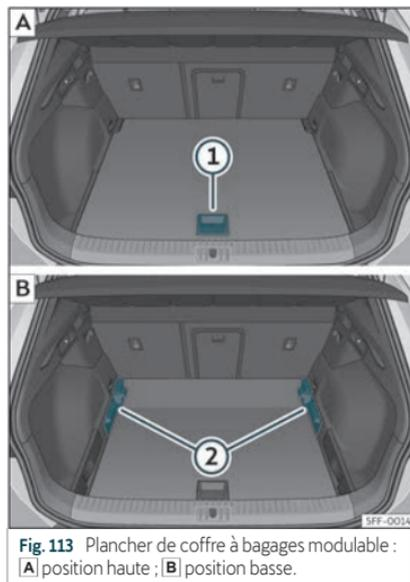

Fig. 113 Plancher de coffre à bagages modulable : **A** position haute ; **B** position basse.
- Pour passer de la position basse en position haute, relevez le plancher avec la poignée >>> **fig. 113** ①, tirez-le vers l'arrière jusqu'à ce que la partie avant du plancher dépasse complètement les supports >>> **fig. 113** ②.
- Déplacez le plancher vers l'avant sur ces derniers jusqu'à ce qu'il bute contre le dossier de la banquette arrière et ensuite, abaissez le plancher avec la poignée ①.
- Pour passer de la position haute en position basse, relevez le plancher avec la poignée >>> **fig. 113** ①, tirez-le vers l'arrière jusqu'à ce que la partie avant du plancher dépasse complètement les supports >>> **fig. 113** ②.
- Laissez tomber la partie avant contre le plancher et poussez ce dernier vers l'avant jusqu'à ce qu'il bute contre le dossier de la banquette arrière en abaissant en même temps le plancher avec la poignée ①.
- Lorsque le plancher modulable se trouve en position haute, relevez-le à l'aide de la poignée»» fig. 113 ①, tirez-le et repoussez-le vers le dossier de la banquette arrière jusqu'à ce qu'il se plie au niveau de la charnière et que sa partie mobile repose contre le dossier.